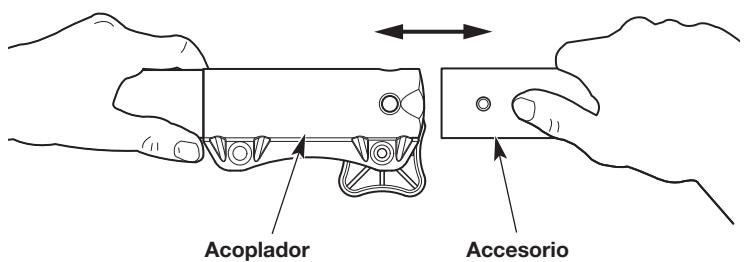
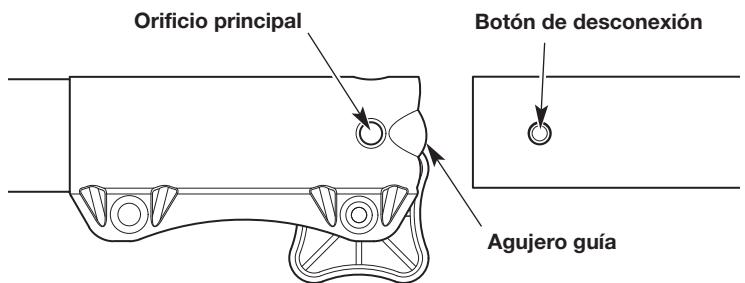

Fig. 7
Fig. 9
- Alinee el botón de liberación con el embutimiento de la guía (Fig. 9).
- Presione el accesorio directamente dentro del acoplador (Fig. 7) hasta que el botón de liberación encaje a presión firmemente del orificio principal (Fig. 9).
- Oprima y mantenga apretado el botón de liberación (Fig. 9).
- Tire del accesorio directamente hacia fuera del acoplador (Fig. 7).